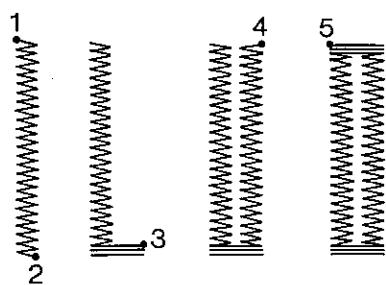

Fig. 37
1. Erste Raupe bis Punkt 2 (Abb. 37) nähen. Handrad nach vorne drehen, bis die Nadel oben steht.
1. Sew the first buttonhole seam up to point 2 (Fig. 37). Turn the balance wheel toward you to raise the needle.
1. Coudre la 1re lèvre jusqu'au point 2 (fig. 37). Tourner le volantino in avanti finché l'ago si trova nella posizione superiore.
1. Cucire la prima costina fino al punto 2 (fig. 37). Girare il volantino in avanti finché l'ago si trova nella posizione superiore.